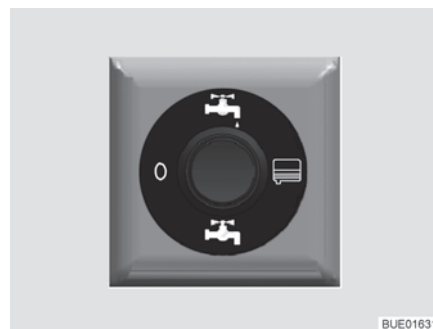

Fig. 171 Interruttore di comando per rubinetto di scarico ad azionamento elettrico
- Spingere in alto l'interruttore di comando (Fig. 171). Le acque grigie vengono scaricate.
- Dopo la completa fuoriuscita delle acque grigie, spingere in basso l'interruttore di comando (Fig. 171).
- Portare l'interruttore di comando (Fig. 171) in posizione "0" (spento).